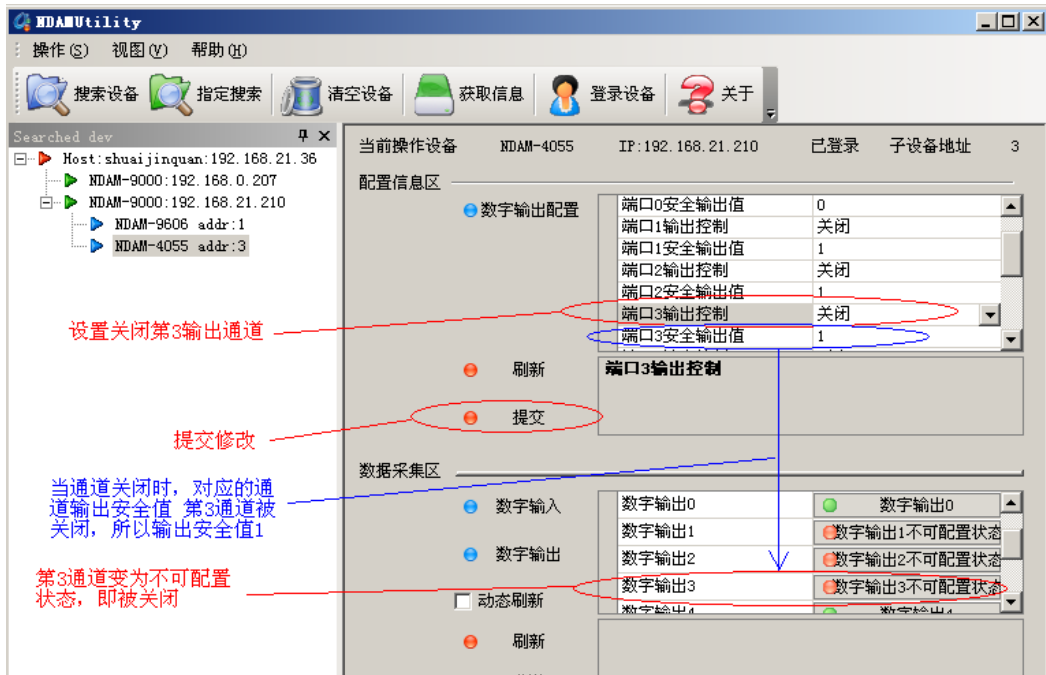

图 4.6 配置窗口操作
⑤ 配置窗口的操作如图 4.6 所示。根据实际需要可以分别设置 8 个通道的安全值和关闭相应的通道，然后点击“提交”。